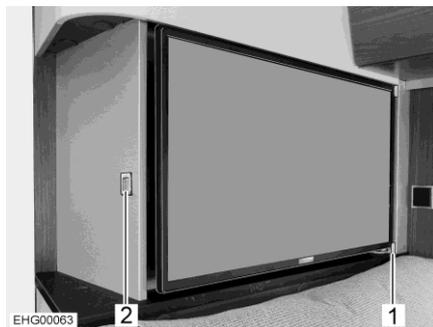

Fig. 67 Écran plat
L'écran plat est bloqué de côté par un rail de guidage (Fig. 67,1).
- Presser la touche de déverrouillage (Fig. 67,2).
- Tirer l'écran plat hors du rail de guidage (Fig. 67,1) dans la position souhaitée.
- Repousser l'écran plat jusqu'à ce qu'il s'enclenche latéralement dans le rail de guidage (Fig. 67,1).